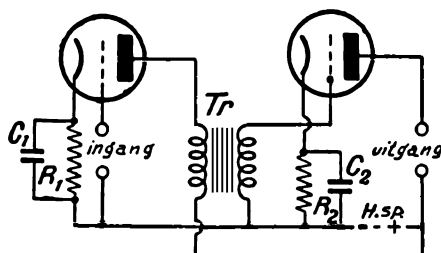

Fig. 51. Een tweelampsversterker met polarisatie van de roosters door de weerstanden R_1 en R_2 („negatieve vóórspanning”).
W. — Ja! Kijk (fig. 51), hier heb ik het schema van twee versterkerlampen, die door een transformator zijn gekoppeld. De eerste krijgt met behulp van een weerstand R_1 vóórspanning, de tweede met behulp van R_2 .